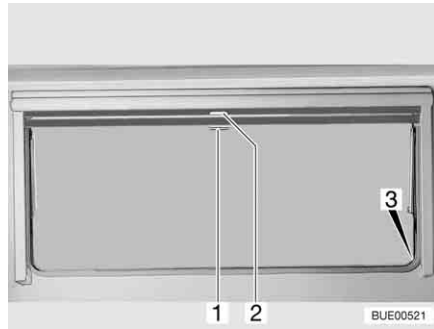

Bild 84 Ausstellfenster
- Verdunklungsrollo am Griff (Bild 84,2) nach unten ziehen. Wenn das Verdunklungsrollo ganz geschlossen wird, das Verdunklungsrollo auf beiden Seiten am Fensterrahmen in die Arretierung (Bild 84,3) einhängen.
- Wenn das Verdunklungsrollo vollständig geschlossen ist: Den Griff (Bild 84,2) nach unten drücken und den Griff dabei leicht nach innen ziehen. Das Verdunklungsrollo aus den Arretierungen links und rechts am Fensterrahmen aushängen.
- Wenn sich das Verdunklungsrollo in Zwischenposition befindet: Den Griff (Bild 84,2) leicht nach unten ziehen, bis sich die Arretierung gelöst hat.
- Insektenschutzrollo am Griff (Bild 84,1) nach unten ziehen und auf beiden Seiten am Fensterrahmen in die Arretierung (Bild 84,3) einhängen.
- Griff (Bild 84,1) nach unten drücken und den Griff dabei leicht nach innen ziehen. Das Insektenschutzrollo aus den Arretierungen links und rechts am Fensterrahmen aushängen.